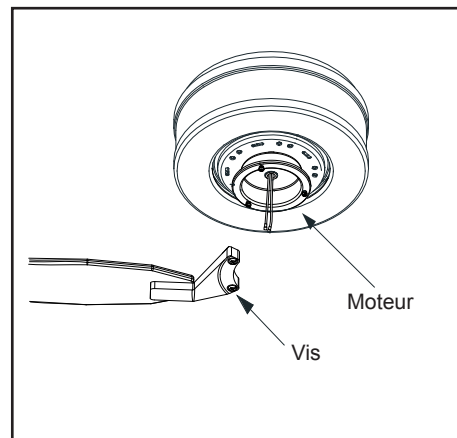

Figure 16
3. Fixez les pales au moteur en insérant la tige d'alignement dans la fente située au bas du moteur, puis en serrant les vis du moteur. Veuillez noter que les vis du moteur sont préinstallées sur les supports de pale (Figure 16).